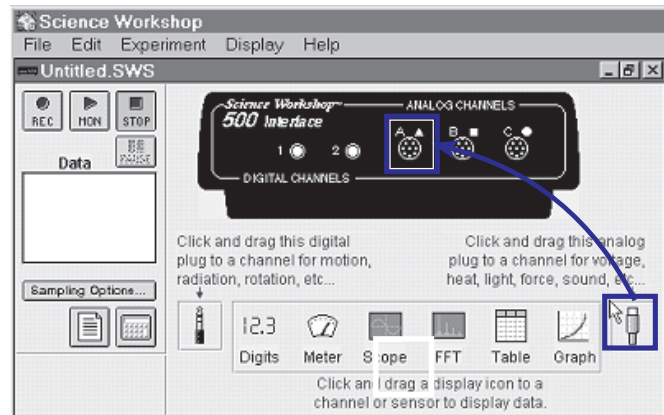

Рис. 2 Активация аналогового канала в программе *Science Workshop*.
- ② Откройте окно «Experiment Setup» (Настройка эксперимента) в программе *Science Workshop*. Щелкните по значку с изображением аналогового штекера и перетащите его на значок аналогового канала, соответствующий аналоговому порту, к которому подключен датчик звука (рис. 2).